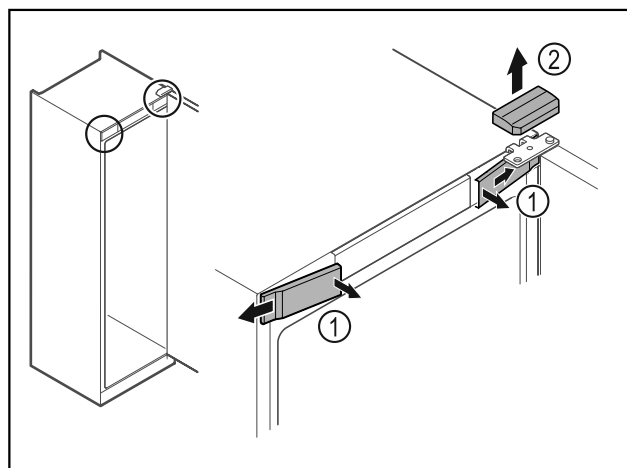

Fig. 17
- Voorste afdekkingen Fig. 17 (1) binnen ontgrendelen en naar de zijkant toe verwijderen.
- Bovenste afdekking Fig. 17 (2) naar boven toe verwijderen.